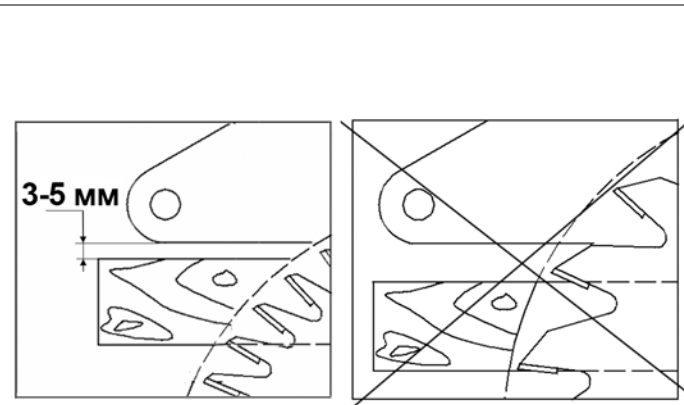

Рис. 30
9.2.5. При пилении используйте пильные диски с шагом зуба меньше чем толщина заготовки, Рис. 30.